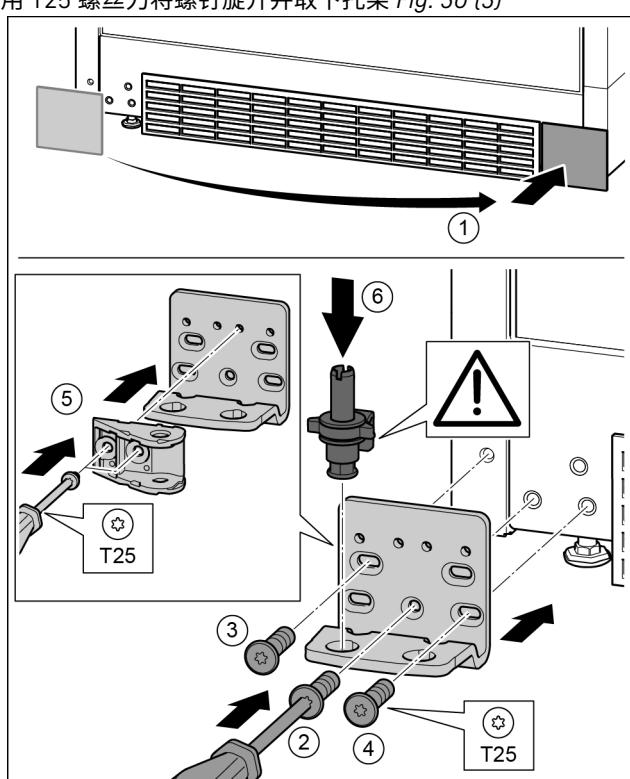

Fig. 31
► 取下盖板并安装至另一侧。Fig. 31 (1)
► 将托架安装到另一侧，并借助 T25 螺丝刀旋紧。用螺钉 2 从底部的中心开始。Fig. 31 (2)
► 拧紧螺钉 3 和 4。Fig. 31 (3, 4)
► 将关门阻尼器连接装置旋转 180°。用 T25 螺丝刀拧紧托架的另一侧。Fig. 31 (5)
► 将轴承螺栓完全装入。同时注意止动凸轮需指向后方。Fig. 31 (6)